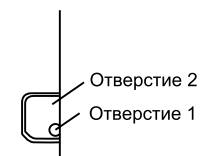

Рис. 4
1. При протяжке трубопровода и электропроводки слева или справа от внутреннего блока по мере необходимости освободите заделанные отверстия на шасси (см. рис. 4).